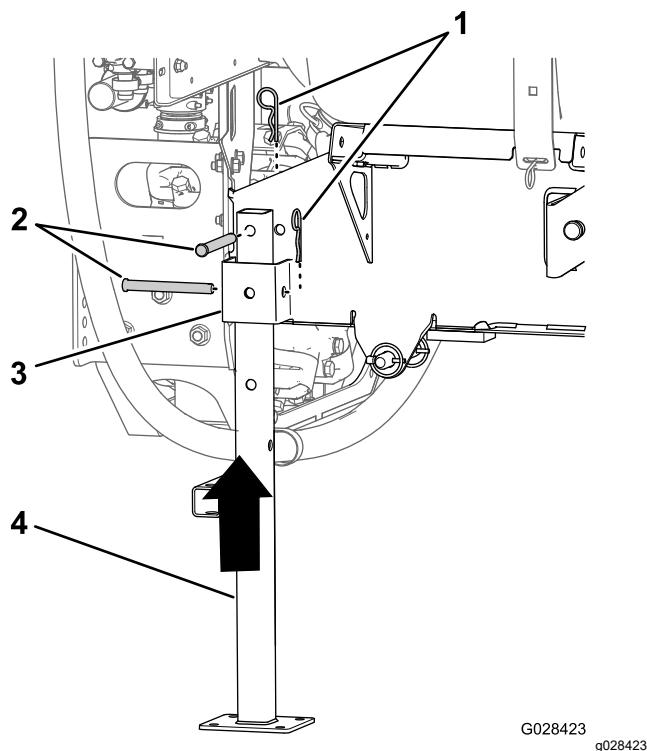

Рисунок 136
5. Совместите заднюю подъемную опору с гнездом для задней опоры (Рисунок 136).